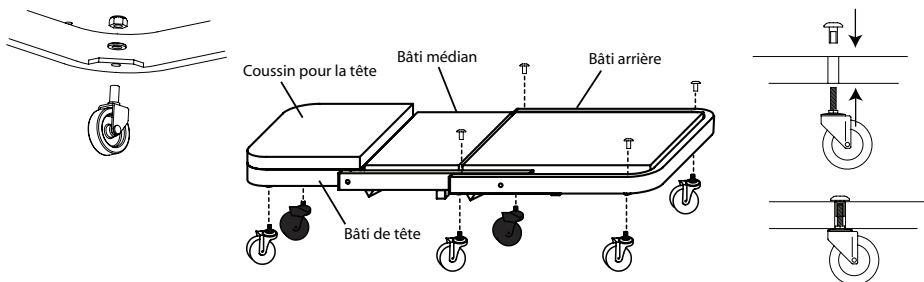

Figure 1 : Composants du modèle 91000
Avant d'assembler votre chariot de visite pliant, assurez-vous d'avoir toutes les pièces. Comparez les pièces que vous avez sous la main avec la liste du contenu de l'emballage et l'illustration de la figure 1. Si une pièce est endommagée ou manquante, n'assemblez pas, n'installez pas et n'utilisez pas le produit. Communiquez avec le service à la clientèle Omega pour obtenir des pièces de rechange.
INSTRUCTIONS D'ASSEMBLAGE (voir figure 1)
1. Déployez soigneusement le chariot, comme illustré dans la figure 1.